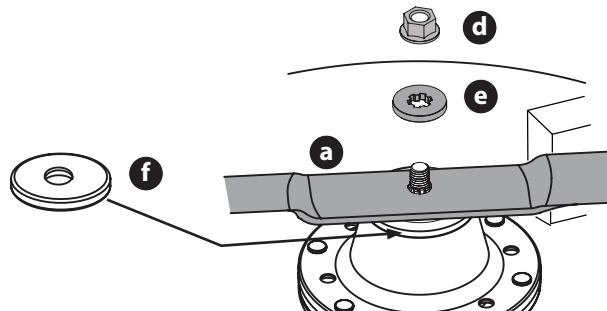

Figure 44
- Retirez l'écrou de la bride (d) et la rondelle plate (e) qui fixent la lame (a) à la tondeuse et retirez la lame (Figure 44).
NOTE : plateau de coupe de 36 pouces uniquement - Un capuchon (f) est présent entre la lame et la tondeuse. Avant l'assemblage, assurez-vous que le capuchon est en place avant d'installer la lame (Figure 44).